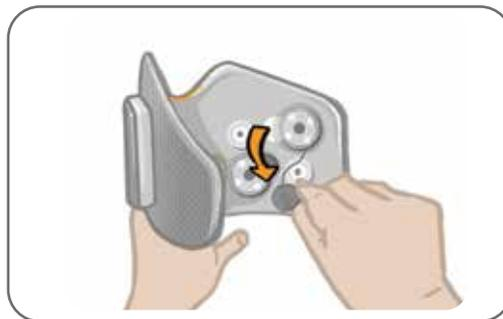

Abbildung 11-6: Entfernen der gebrauchten Elektrodenbasen
3. Entnehmen Sie die gebrauchten Elektrodenbasen aus der Manschette. Siehe Abbildung 11-6.